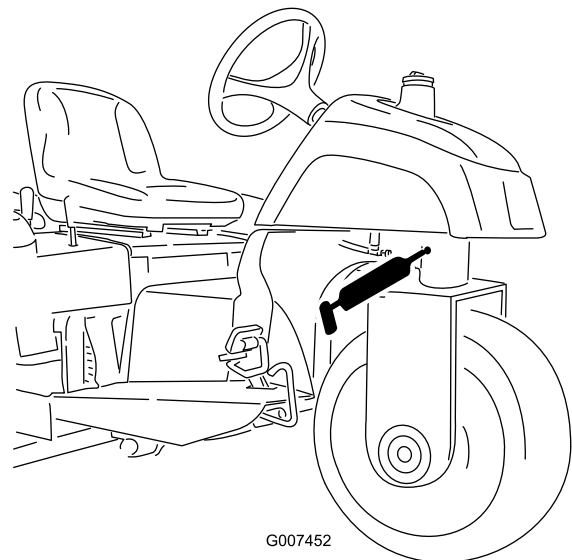

Figure 26
- Pivot de direction (Figure 26)
Remarque: Le raccord encastré sur le pivot de direction (Figure 26) nécessite un adaptateur pour la pompe à graisse. Vous pouvez le commander chez les distributeurs Toro agréés (réf. 107-1998).